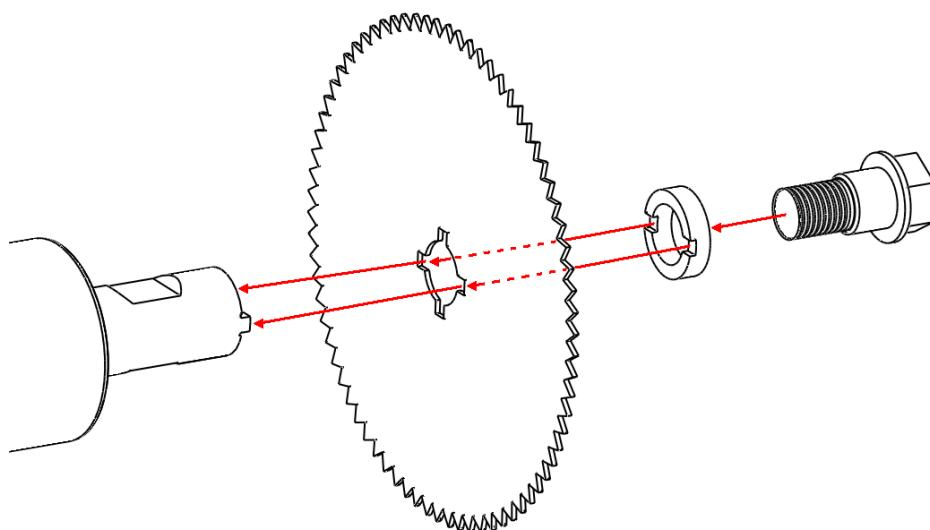

Ilustración 4 Colocación de la hoja de la sierra
3. Coloque el anillo de fijación. Las entalladuras en el anillo de fijación han de mirar siempre hacia la sierra (ver ilustración 4). Estas entalladuras también han de encontrarse exactamente en los pivotes.